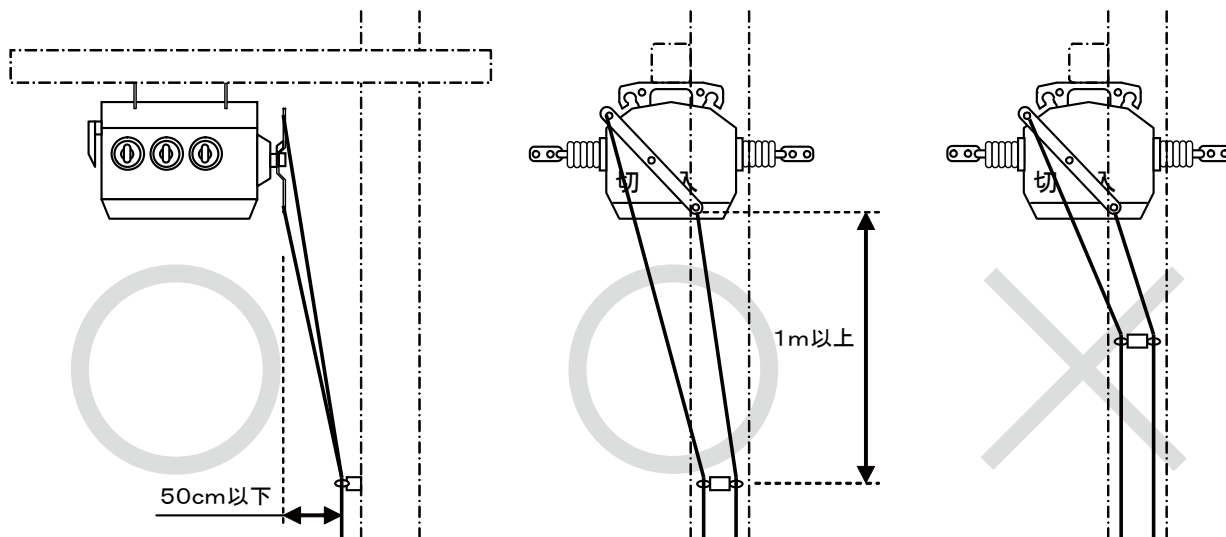

図8
- ⑥ロープ支持金具は適切な場所に設置してください。(操作ハンドルとの水平離隔距離は50cm以下、操作ハンドル下方穴位置からの垂直距離1m以上)
- また、設置後、入・切操作が操作用ロープでスムーズに行えることを確認してください。(図8)